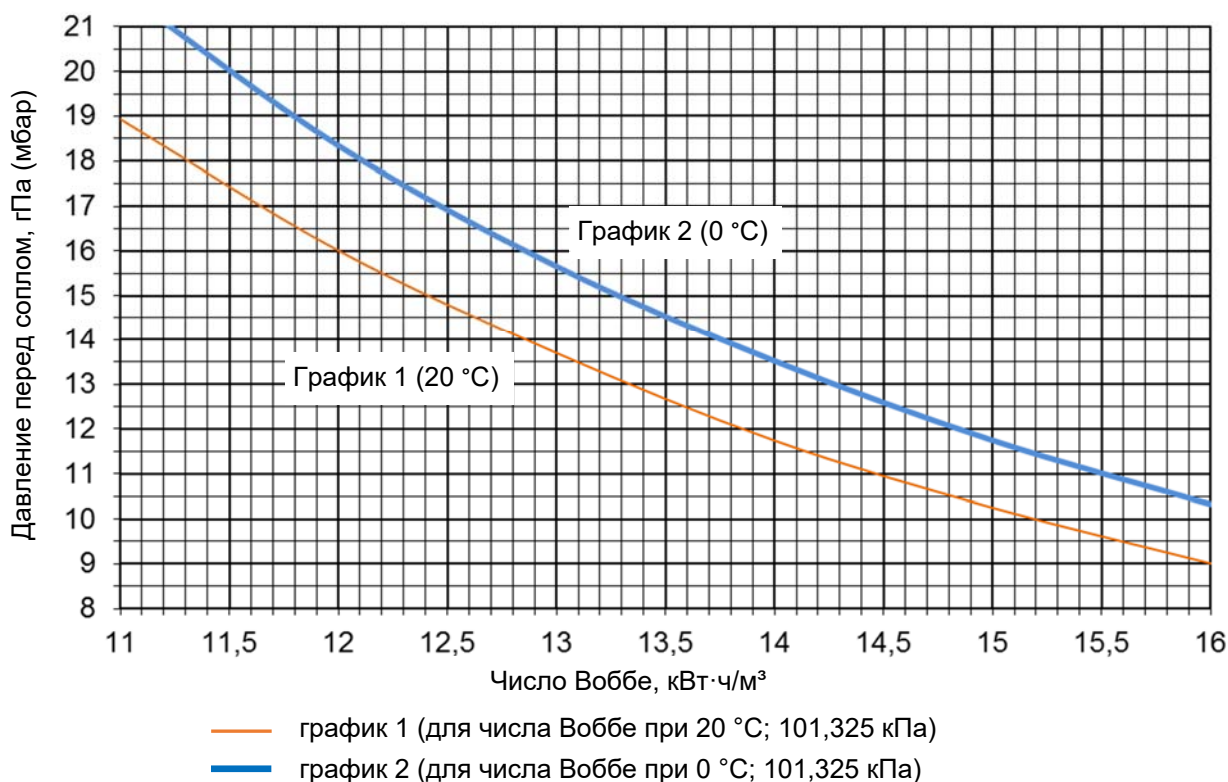

Рисунок 4.2.2 Определение давления газа перед соплом
* Для достижения номинальной тепловой мощности излучателя необходимо давление газа на входе в сопло установить согласно графику (рис. 4.2.2), в зависимости от числа Воббе используемого природного газа (информацию о числе Воббе необходимо получить у местной газораспределительной организации).